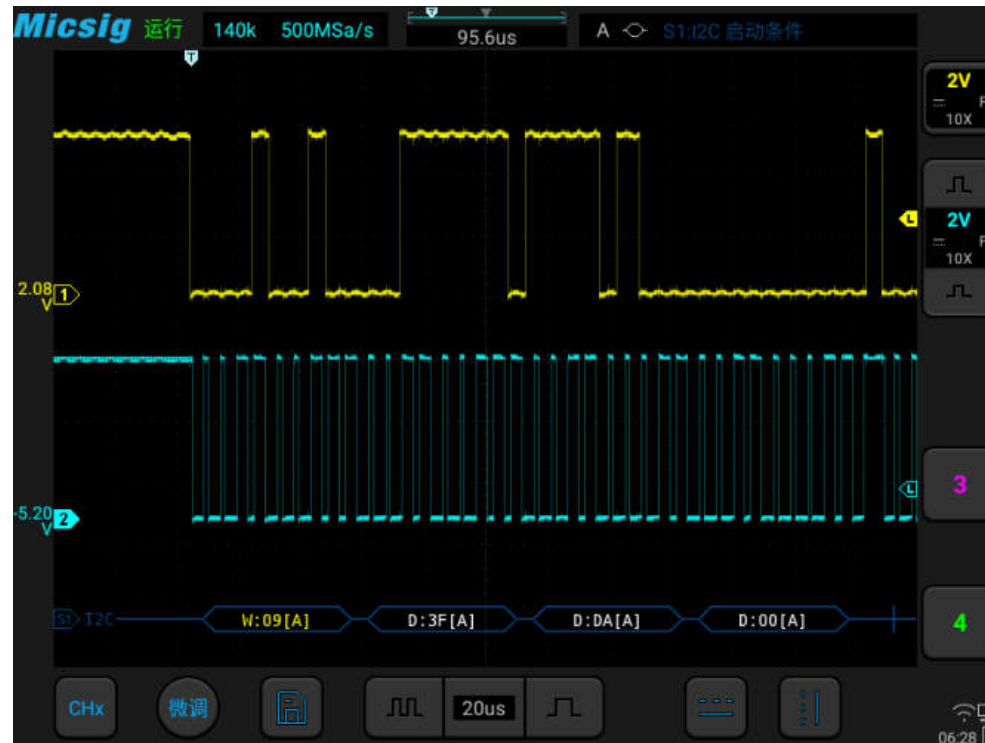

图12-24 I2C 图形界面
- (1) 轻点 S1 打开解码通道, 再次点击 S1 打开总线配置菜单;
- (2) 选择总线类型为“I2C”, 打开总线设置菜单, 点选时钟 SCL 为 Ch2 通道;
- (3) 打开触发方式配置菜单, 在触摸屏上点选“启动条件”;
- (4) 依据信号幅值设置 2 个通道的阈值电平; I2C 触发图形界面见图 12-24: